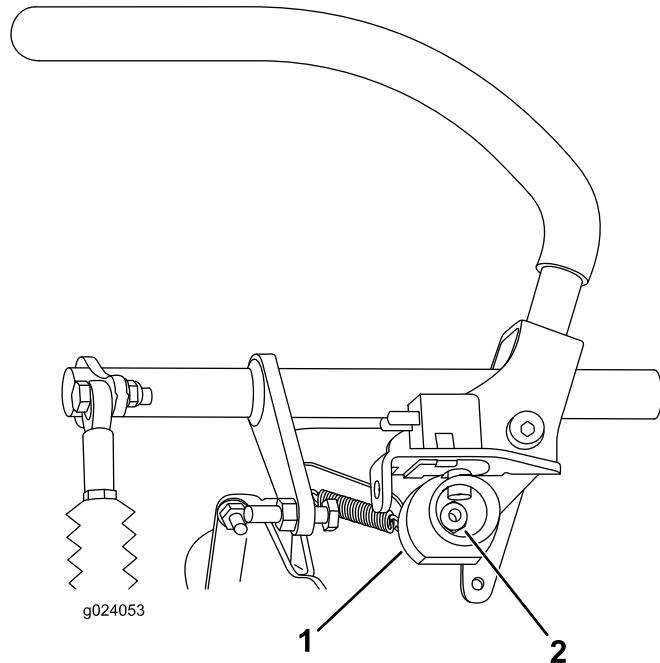

Figura 68
- 7. Afloje la tuerca que sujeta la leva (Figura 68).